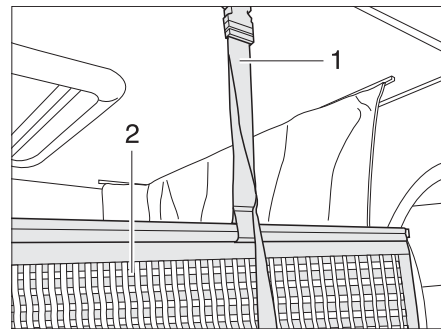

Fig. 155 Fixation filet de sécurité
Le filet de sécurité (Fig. 155,2) et les sangles de retenue sont rangés sous le matelas. Ne tendre le filet de sécurité qu'une fois que les personnes se trouvent dans le lit escamotable.
- Faire s'enclencher les sangles de retenue (Fig. 155,1) dans les œillets du plafond.